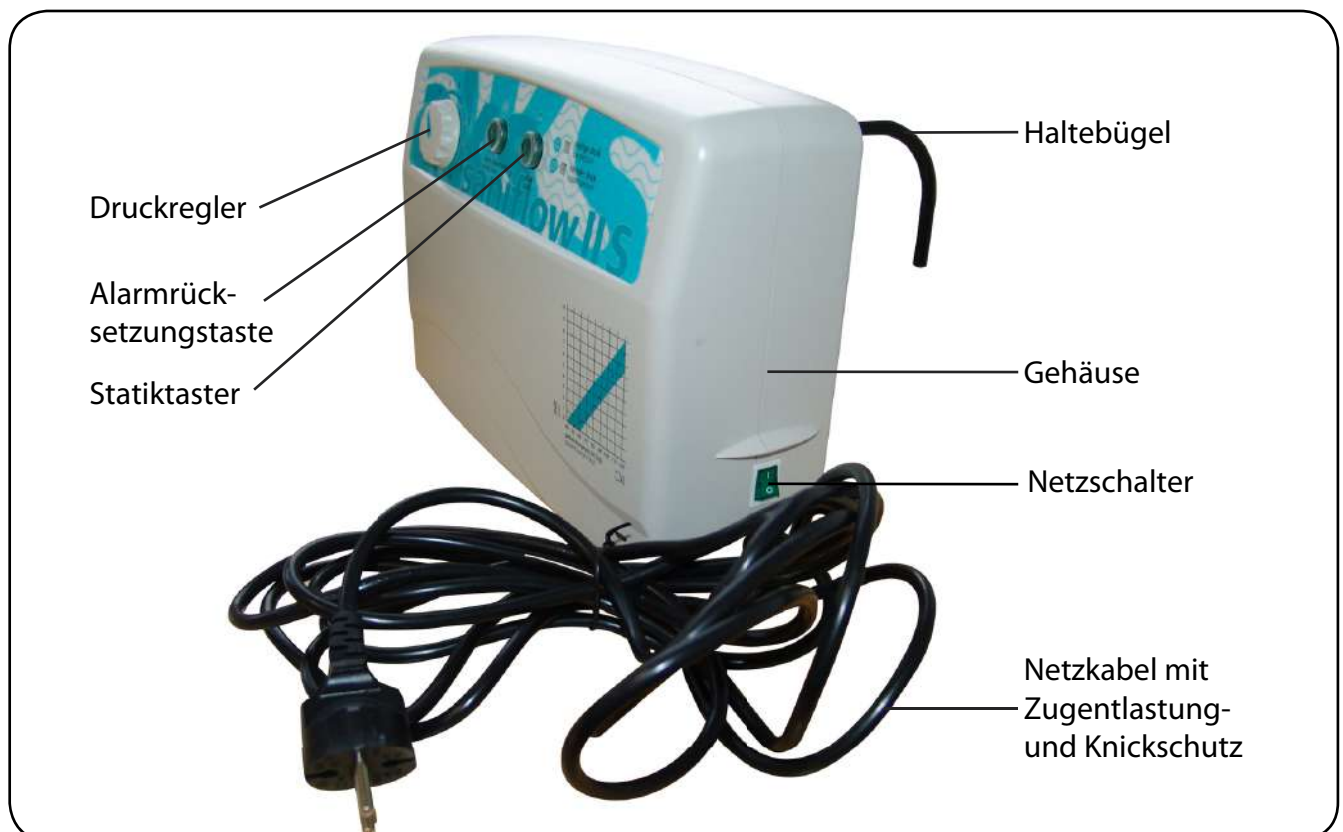
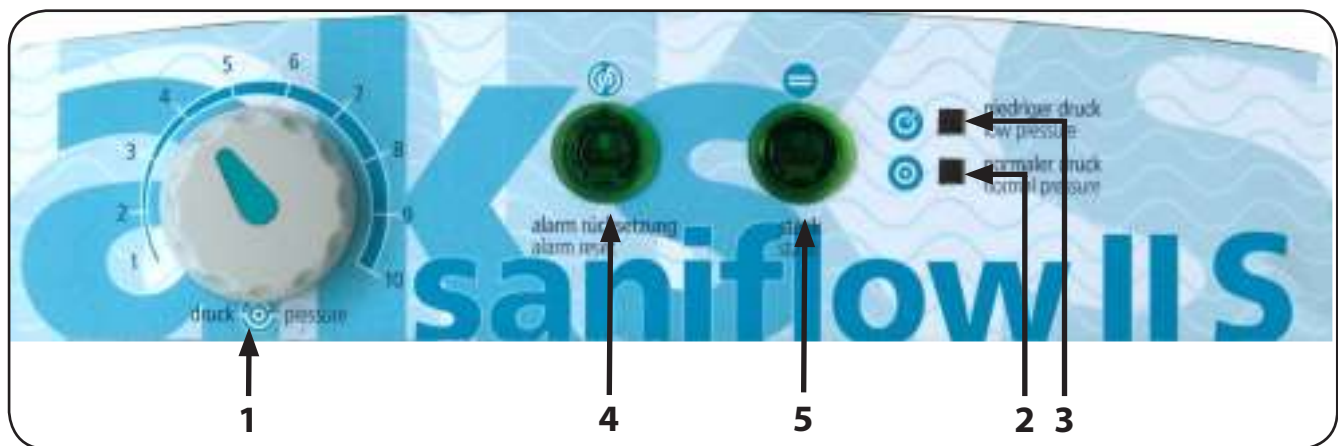

Abbildung 02
Abbildung 05
Über einen Druckregler am Aggregat (siehe Abbildung 02) kann der Fülldruck stufenlos in einem Skalierungsbereich von 1 bis 10 individuell an das Patientengewicht bzw. die momentane Belastungssituation angepasst werden.
Durch ein optisches Alarmsignal „niedriger druck“ (siehe Abbildung 05) und einem akustischen Alarmsignal wird ein möglicher Druckverlust bzw. Druckabfall im System signalisiert und somit das Risiko des Durchliegens minimiert.
Bei Eintreten eines Druckverlustes kann das akustische Alarmsignal separat mit dem Alarmrücksetzungstaster (siehe Abbildung 05) ausgestellt werden, um eine dauerhafte Lärmbelästigung zu vermeiden. Das optische Alarmsignal signalisiert weiterhin den Druckverlust, bis dieser behoben ist.
Das saniflow® II S-System kann zusätzlich über den Statiktaster am Aggregat (siehe Abbildung 05) vom Betriebsmodus „Wechseldruck“ in den Betriebsmodus „Statik“ und umgekehrt umgeschaltet werden. Im Betriebsmodus „Statik“ werden beide Luftkammerkreise in der Wechseldruckmatratze mit dem eingestellten Druck gleichzeitig befüllt.
1. Schalten Sie das Aggregat mit dem Netzschalter ein (siehe Abbildung 02). Die Betriebskontrollleuchte im Netzschalter leuchtet grün auf. Gleichzeitig leuchtet die rote LED „niedriger druck“ (siehe Abbildung 05).
Deaktivieren Sie beim ersten Aufpumpen durch Drücken des Alarmrücksetzungstasters (siehe Abbildung 05) den akustischen Alarm.
3. Hat die Wechseldruckmatratze ihren Betriebsdruck erreicht, erlischt die rote LED „niedriger druck“ und die grüne LED „normaler druck“ (siehe Abbildung 05) leuchtet auf.
4. Aktivieren Sie wieder durch Drücken des Alarmrücksetzungstasters (siehe Abbildung 05) den akustischen Alarm. Die LED im Taster erlischt.
Drücken Sie dazu den Statiktaster (siehe Abbildung 05). Der Betriebsmodus „Statik“ wird durch das Aufleuchten der LED im Statiktaster signalisiert.